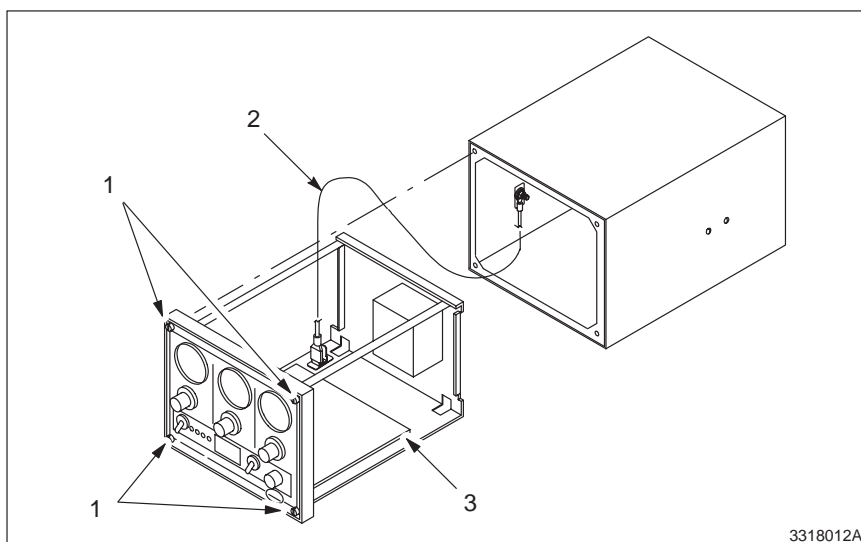

Abb. 6-1 Steuermodul aus dem Gehäuse ausbauen
2. Siehe Abb. 6-1. Die unverlierbaren Schrauben (1), die das Steuermodul im Gehäuse befestigen, lösen.
3. Steuermodul aus dem Gehäuse herausziehen. Schutzleiterkabel (2) vom Modul abklemmen.
1. Siehe Abb. 6-1. Schutzleiterkabel (2) an das Modul anschließen.
3. Die unverlierbaren Schrauben (1) zur Befestigung des Steuermoduls am Gehäuse festziehen.